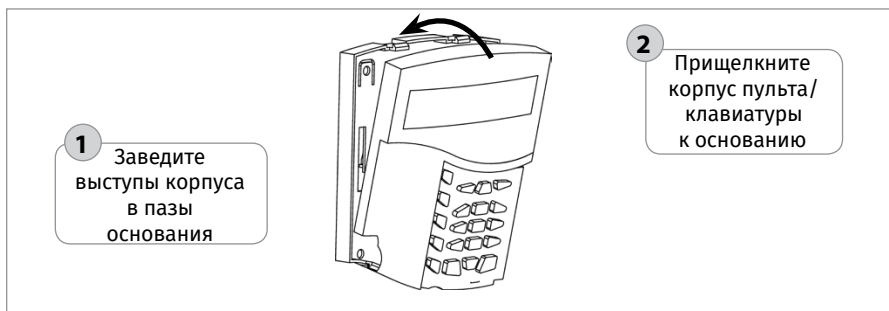
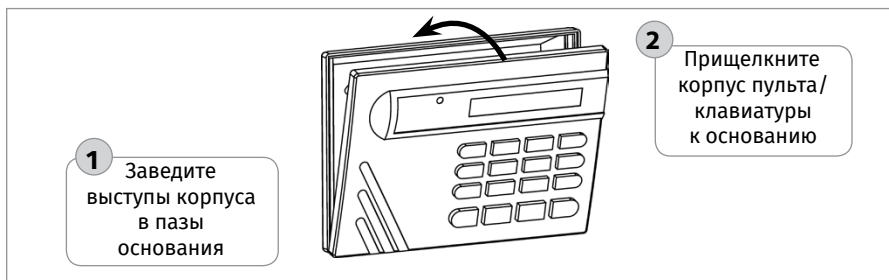
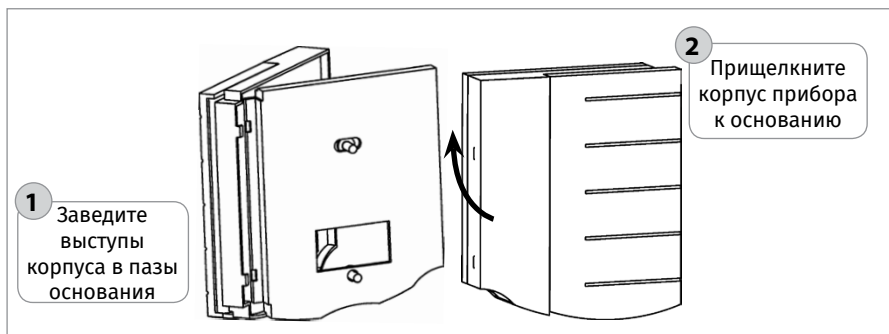

Рисунок 7. Установка корпуса пульта C2000M, C2000M исп.02
Рисунок 8. Установка корпуса клавиатуры C2000-K
Рисунок 9. Установка корпуса пульта C2000-KC
8. Установите корпус пульта/клавиатуры на основание в последовательности, указанной на Рисунок 7, Рисунок 8 и Рисунок 9.